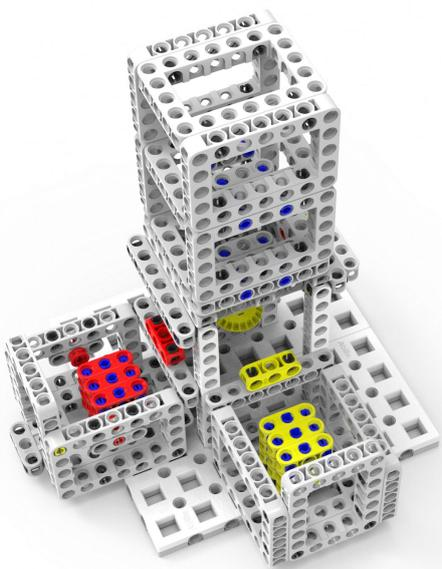

图 8 完成状态二
3.2.3 机器人需要使红色数据包下载至红色数据框内，黄色数据包下载至黄色数据框内为完成状态二得 100 分/个；如图 8 所示。